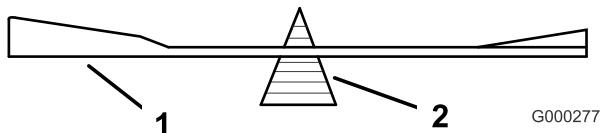
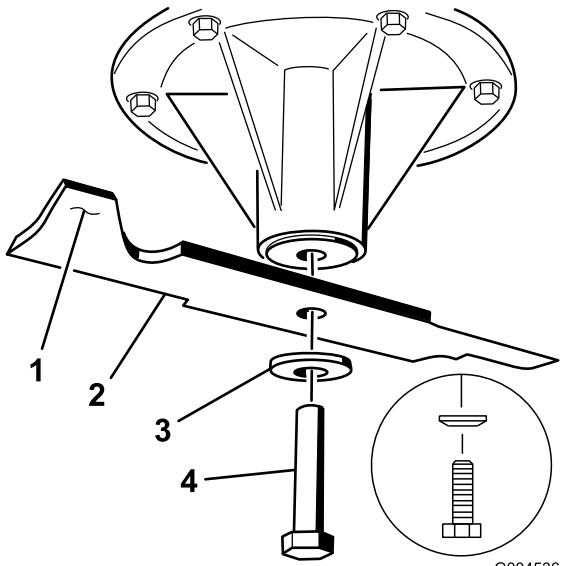

Figura 100
Figura 101
2. Verifique el equilibrio de la cuchilla colocándola sobre un equilibrador de cuchillas (Figura 100). Si la cuchilla se mantiene horizontal, está equilibrada y puede utilizarse. Si la cuchilla no está equilibrada, rebaje algo el metal en la parte de la vela solamente (Figura 101). Repita este procedimiento hasta que la cuchilla esté equilibrada.
1. Instale las cuchillas izquierda y central, las arandelas curvas y los pernos de las cuchillas en los ejes (Figura 101 y Figura 102).
Nota: Asegúrese de que el cono de la arandela curva está orientado hacia la cabeza del perno (Figura 101).
2. Instale la cuchilla derecha, la arandela curva y el perno de la cuchilla (perno con rosca a izquierdas) en el eje (Figura 101 y Figura 102).